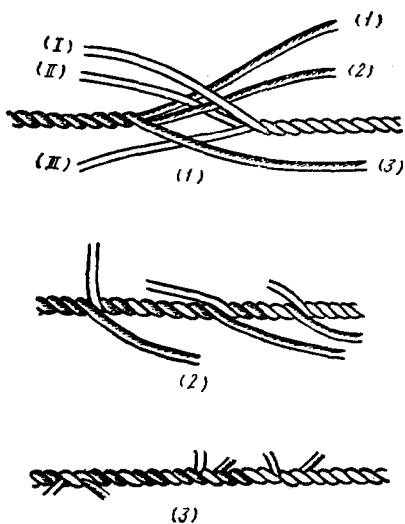

图1-36 长插接
插法：首先把两绳的绳头松开八倍于周长的长度，分成三叉形，相交接合，如图 1-36(1) 所示。将其中任何一股松开，所留的空隙用另一端的索股填补，这样一松一填，直到留有插接余地为止，然后照上法把另一边的任何一股松开，所留空隙同样用另一端的索股填补，一松一填，也直到留有插接余地为止。六股成为三段，每段间隔大致相等，如图 1-36(2) 所示。然后将每段左右两索股各打一半结后再向前压一股插入相邻扭开的索股中一次，再照上法各
段索股每插入一次抽出索股二分之一收尾，最后将留出的各段索股的绳头割平，用木笔末端敲平即成。如图1-36(3)所示。